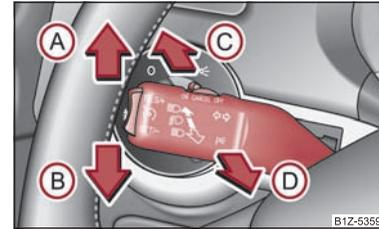

Fig. 43 Manette des clignotants et des feux de route
- Poussez la manette vers le haut (A) ou vers le bas (B) \Rightarrow fig. 43.